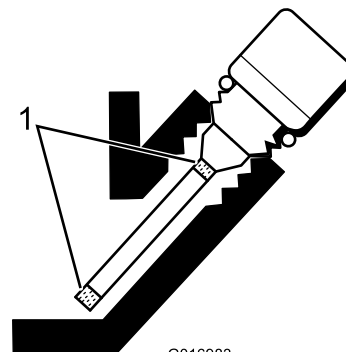

図 24
5. 不足であれば、ゲージの網目模様部分の中間位置になるまで補給する 図 24。入れすぎないこと。